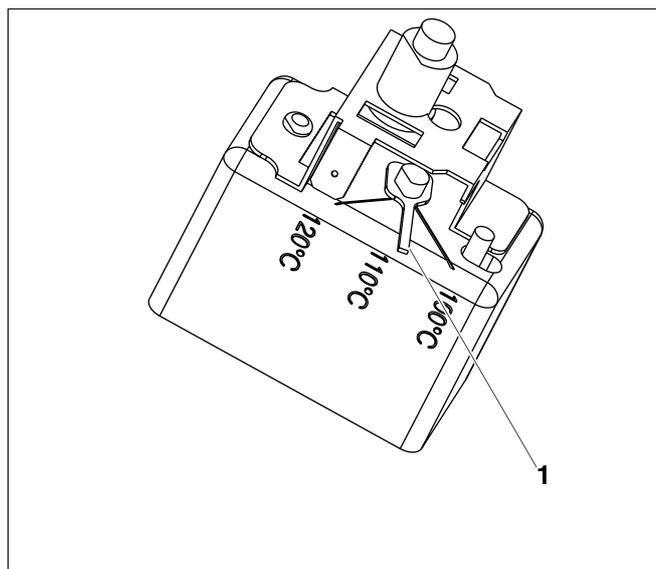

Рис. 4 Вариант Б
2.2.2 Рис. 4 Вариант Б
- Установить рычажок (рис. 4, поз. 1) на нужную температуру.